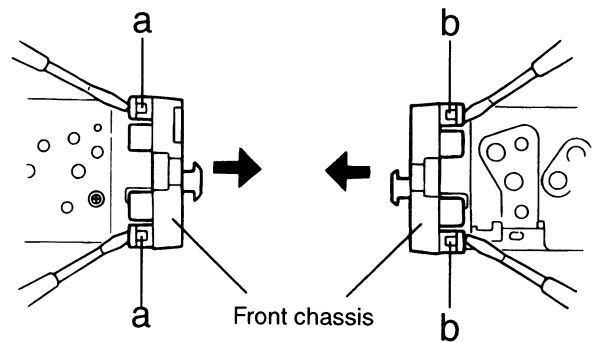
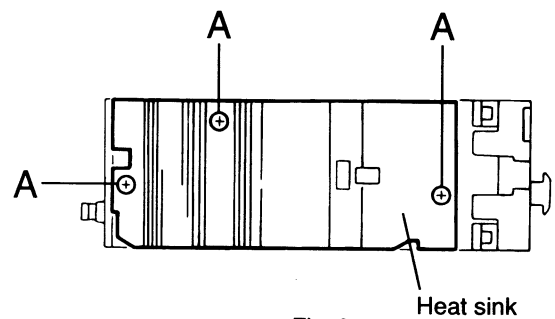

Fig. 1
Fig. 2
- If the speaker wiring in your car is as illustrated in Fig. 1 and Fig. 2 below, **DO NOT** connect the unit using that original speaker wiring. If you do, the unit will be seriously damaged.
- Ist die Lautsprecherverdrahtung wie unten in Fig. 1 und 2 abgebildet, das Gerät **NICHT** mit der Originalverdrahtung der Lautsprecher anschließen, da sonst das Gerät schwer beschädigt wird.
- Si le câblage des enceintes de votre voiture est réalisé comme montré sur la Fig. 1 ou Fig. 2 ci-dessous, **NE CONNECTEZ PAS** l'appareil en utilisant ce câblage original d'enceintes. Si vous le faites, l'appareil sera sérieusement endommagé.
■ Removing the Front Chassis (See Fig. 1)
■ Removing the Heat Sink (See Fig. 2)